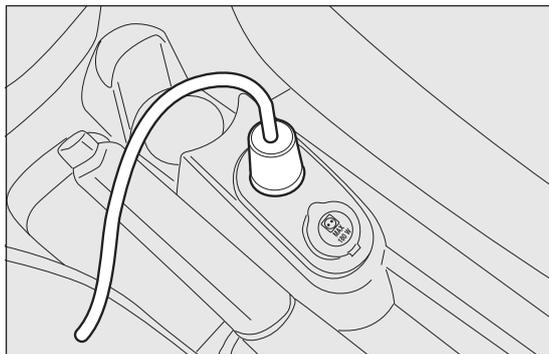
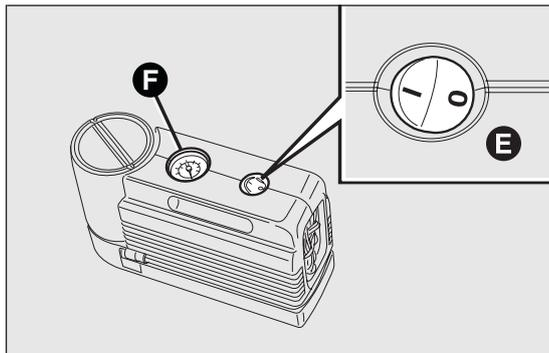

fig. 138
fig. 139
- assicurarsi che l'interruttore E fig. 139 del compressore sia in posizione 0 (spento), avviare il motore, inserire la spina D fig. 138 nella presa accendisigari e azionare il compressore portando l'interruttore E fig. 139 in posizione I (accesso). Gonfiare il pneumatico alla pressione prescritta nel paragrafo "Pressioni di gonfiaggio a freddo" del
capitolo "Dati tecnici". Per ottenere una lettura più precisa, si consiglia di verificare il valore della pressione sul manometro F fig. 139 con il compressore spento;